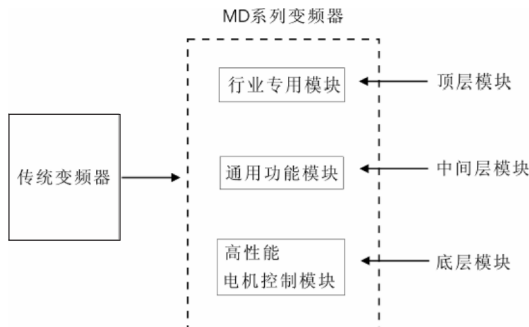

图 1 传统变频器与 MD 系列模块化变频器比较
- 1) 它首创了新一代变频器三层模块化的结构标准，如图 1 示；
- 2) 它首创了将用户需求进行电机驱动、通用功能和专用功能等主模块及各种子模块划分的物理标准，如图 1 所示；